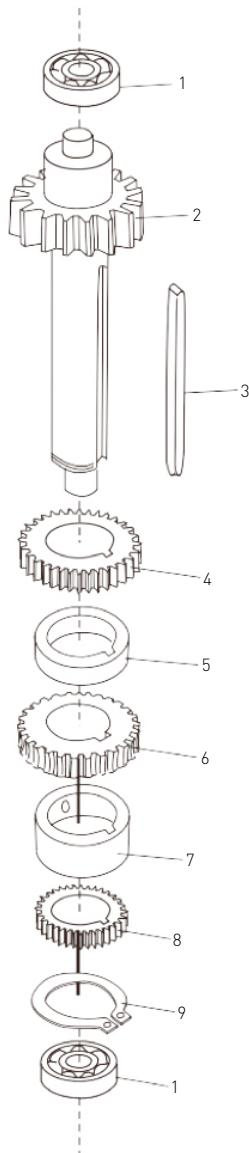

Abb. 3: Baugruppe der Getriebeachse
- Baugruppe der Getriebeachse (Abb. 3);